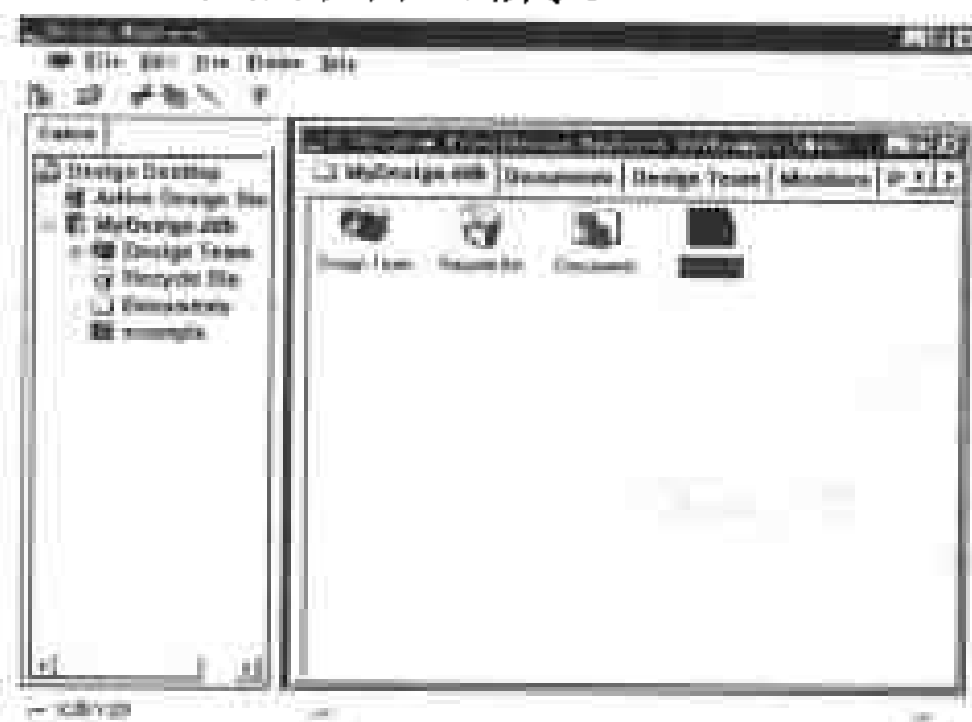

图 2-3 建立名为 example 的原理图文件
(4) 单击 OK 按钮后, 就建立了一个原理图文件, 系统默认的文件名为“Sheet1”, 也可以更改为其他的文件名, 显示结果如图 2-3 所示。